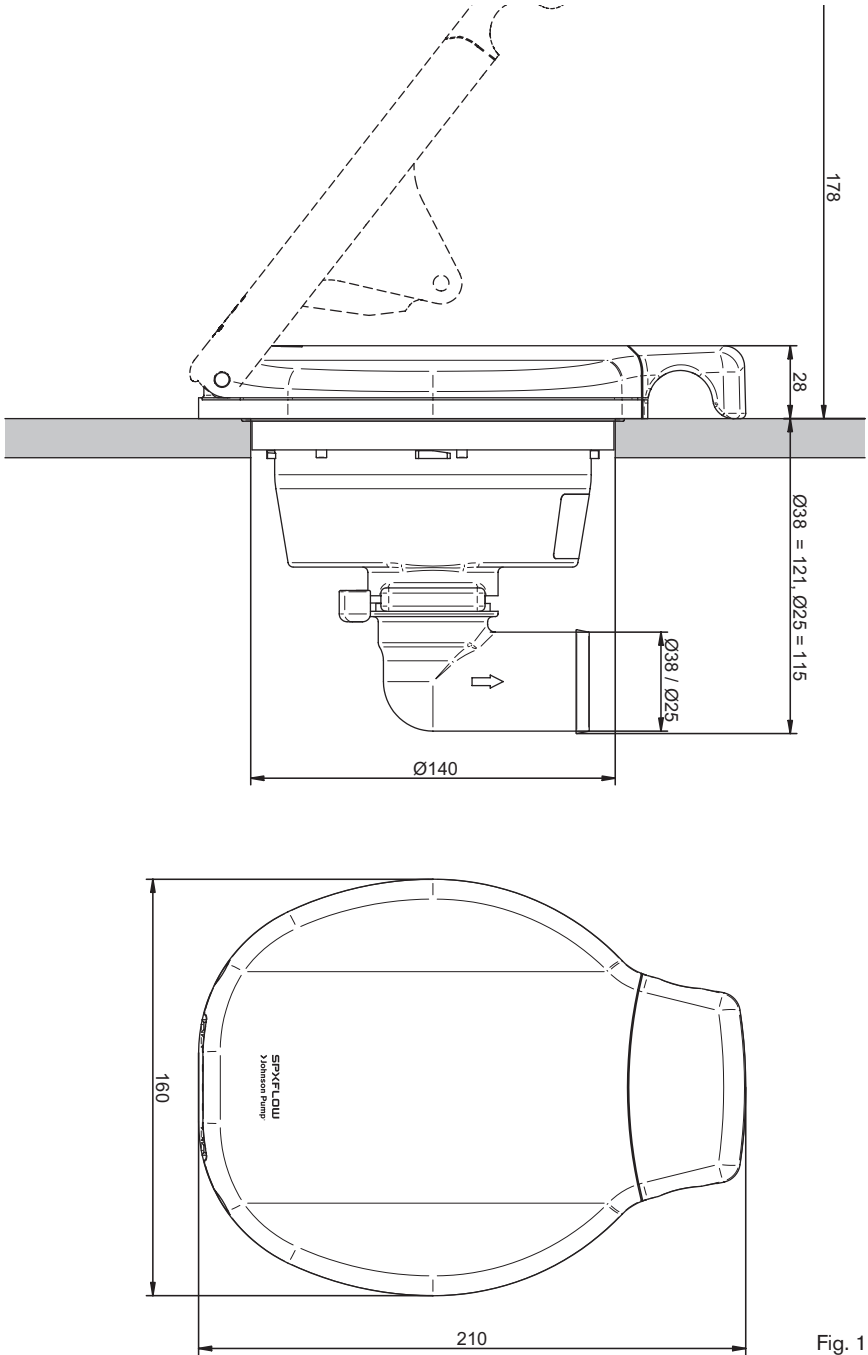

Fig. 1
Abmessungen: Aufgrund Abb. 1.
- Stellen Sie beim Installieren sicher, dass es genug Platz für die volle Tiefe der Pumpe hinter der Kabinendecke oder unter dem Deck gibt. Siehe Abb. 1.
- Stellen Sie bei der Installation sicher, dass es genug Platz für den Betrieb der Pumpe mit ganz geöffnetem Handgriff gibt. Siehe Abb. 1.
Dimensions:	Selon la fig. 1.
- Assurez-vous qu'il y a suffisamment de place derrière la cloison ou sous le pont pour toute la profondeur de la pompe lorsqu'elle est installée. Voir la figure 1.
- Assurez-vous qu'il y a suffisamment d'espace disponible quand la pompe est installée pour faire fonctionner la pompe avec son levier complètement ouvert. Voir la figure 1.